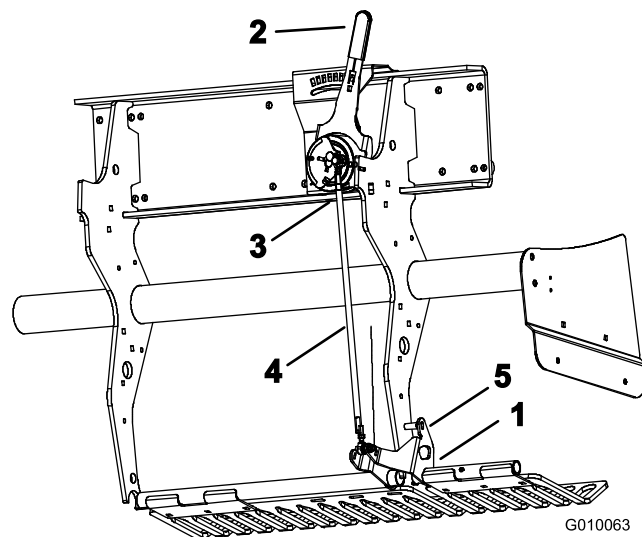

Figura 58
1. Gire el soporte de montaje izquierdo del protector de césped (Figura 58) hacia arriba hasta que pueda introducir un pasador (broca o tornillo de caperuza de 5/16) entre el soporte y el tubo de ajuste de profundidad soldado al bastidor.
2. Mueva la palanca de profundidad de aireación (Figura 58) al ajuste H (mayor profundidad).
3. Desconecte el interruptor de bola externa (Figura 58) del arnés de cables (interruptor de cabezal bajado).
4. Afloje las contratueras (izquierda y derecha) del tirante de ajuste de profundidad (Figura 58).